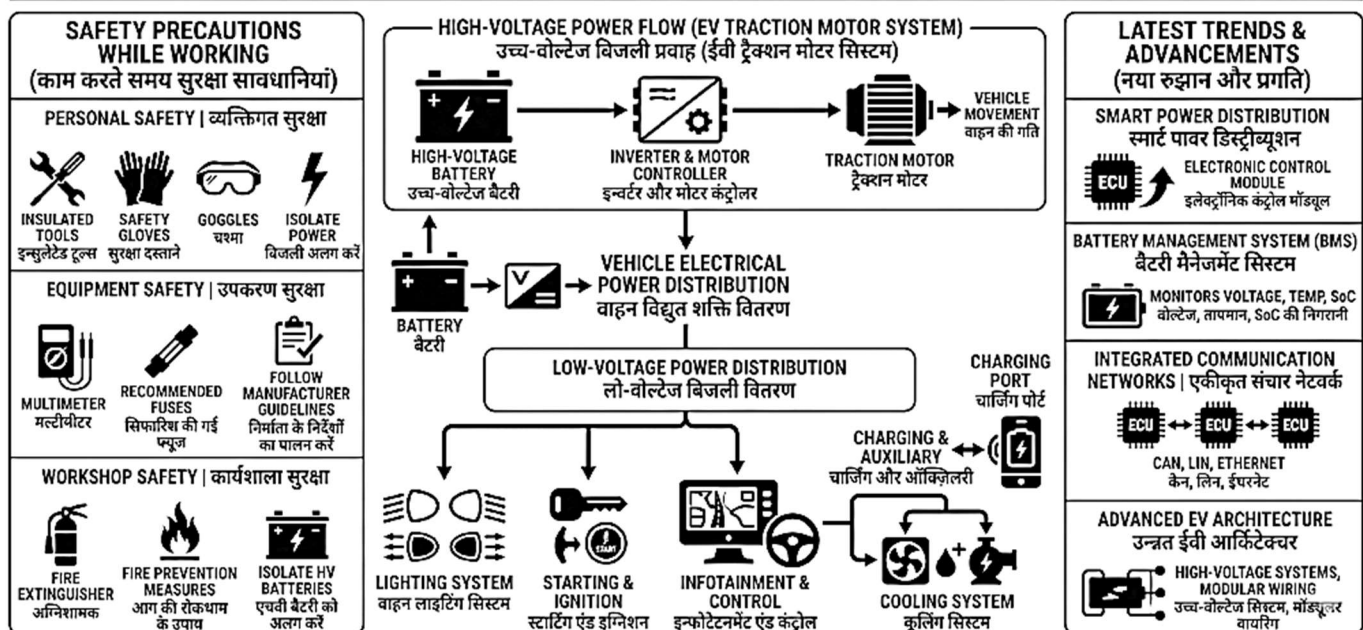

Fig. 7.7: Automobile Electrical Power Supply Architecture | ऑटोमोबाइल इलेक्ट्रिकल पावर सप्लाई आर्किटेक्चर
7.7.1 Applications of Automobile Electrical Power Supply Architecture (Fig. 7.7)
7.7.1 ऑटोमोबाइल विद्युत शक्ति आपूर्ति संरचना के अनुप्रयोग (Fig. 7.7)